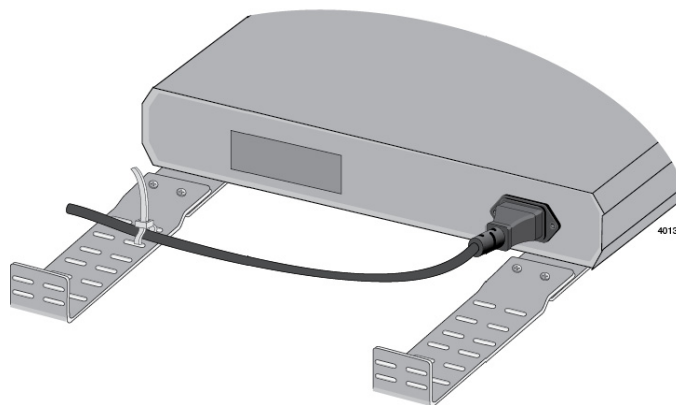

Рисунок 27. Закрепление шнура питания при помощи стяжек
5. Если коммутатор установлен в стойку, закрепите шнур питания при помощи стяжек, как это показано на рис. 27.